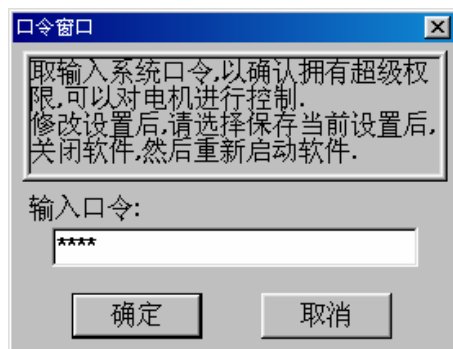

图 4-12
* 单击“清除修正值”按钮或修改电机方向,系统会弹出如图 4-12 所示的对话框。在“输入口令”编辑框中输入口令,确认后方可使新的设置生效,否则不能修改。